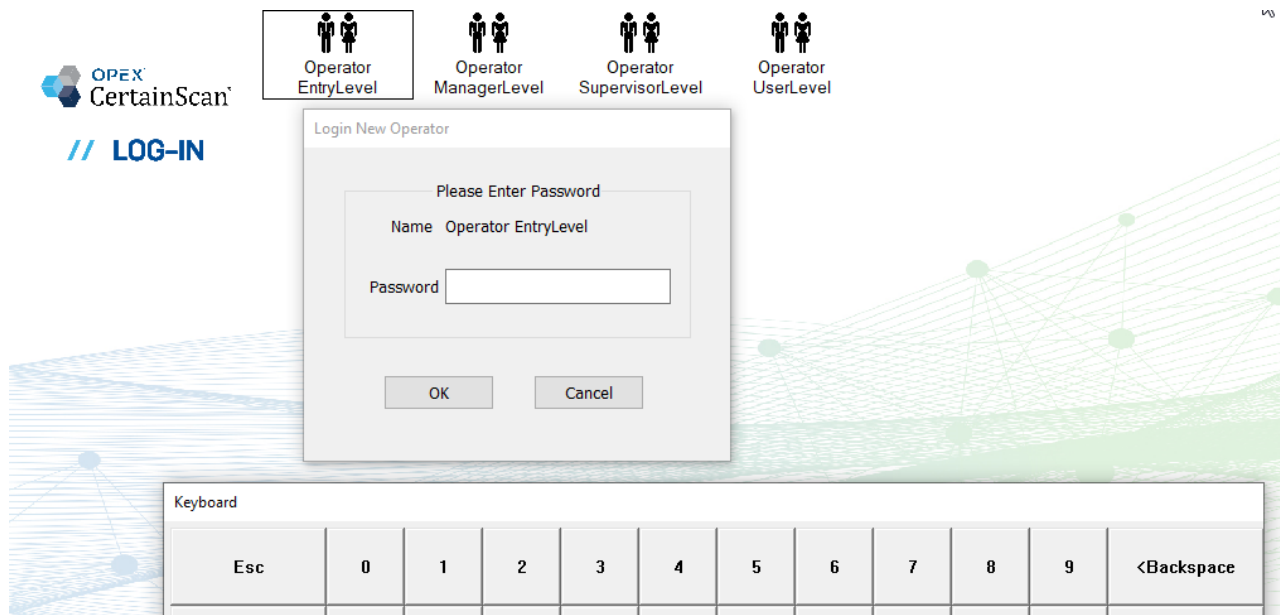

Abbildung 3-5: Passwort eingeben
2. Geben Sie das Passwort ein (Abbildung 3-5).